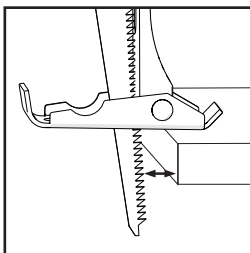

Fig. 9
- Se till att arbetsstyckets kontaktplatta är i kontakt med arbetsstycket men att bladet inte är det. **(Fig. 9).**